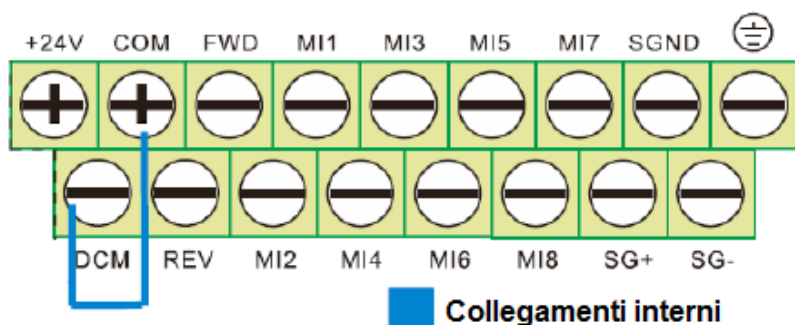

FIGURA 4: azionamento manuale - collegamento PNP (default)
Per ottenere un azionamento manuale, occorre effettuare i collegamenti presenti nella figura 4 **dopo avere rimosso la tensione elettrica**.
**Gli inverter sono forniti di default con i collegamenti corrispondenti ad un azionamento manuale PNP (figura 4). Dopo avere effettuato il collegamento, rimontare il coperchio prima di fornire tensione all'inverter.**